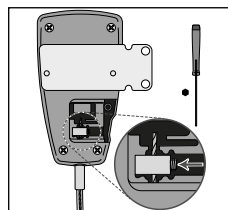

Fig. 6
5. Utilizzando il cacciavite a brugola, allenti la vite di sicurezza a punta conica di due o tre giri e faccia scorrere il blocco terminale del cavo interno (**vedere Fig. 6**).